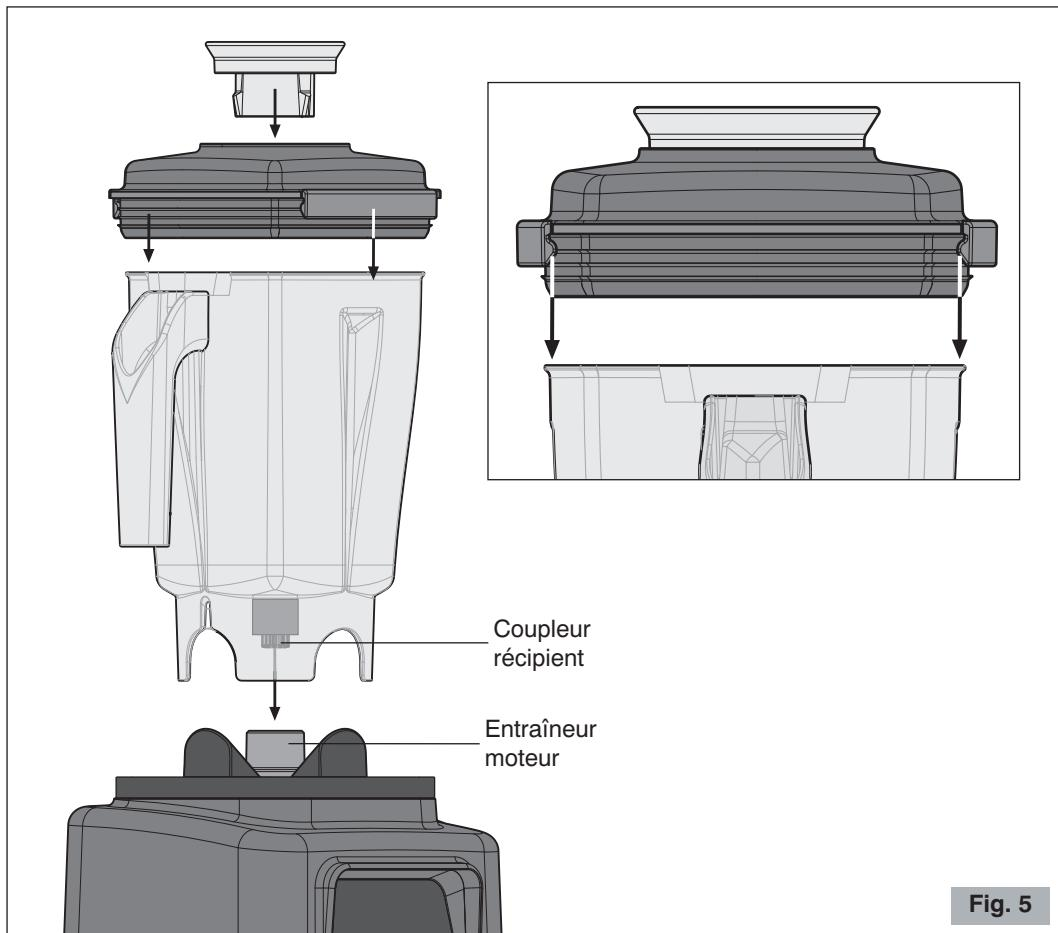

Fig. 5
- 2** Placer le récipient sur le socle en l'emboîtant dans son support comme indiqué dans la figure 5.
- 3** Mettre le couvercle dans le récipient en appuyant sur les crochets de fermeture (voir Fig. 5).